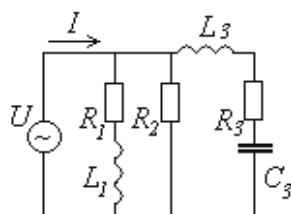

Рисунок 7
- Определите ток в неразветвленной части цепи (рис.7), активную, реактивную и полную мощность всей цепи, если напряжение источника питания  $u = 282 \sin 314t$ . Постройте векторную диаграмму. Исходные данные в таблице 4.